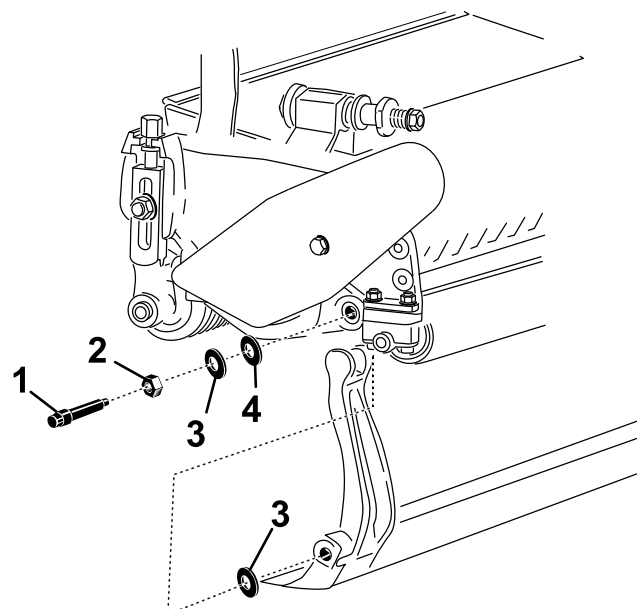

Рисунок 26
Не забудьте снять две нейлоновые и две штампованные стальные шайбы с каждой стороны планки неподвижного ножа (Рисунок 26).
- Установите нейлоновую шайбу с каждой стороны выступа боковой пластины. Установите стальную шайбу с наружной стороны каждой из нейлоновых шайб (Рисунок 26).